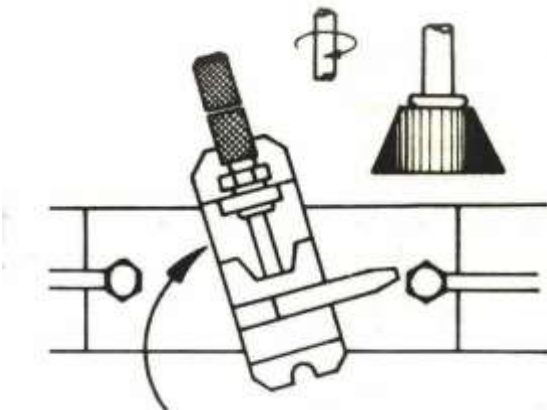

Fig10
3. Posicione la otra cara lateral (fig. 10) Y prepare la máquina para rectificarla, observando al 3er. paso.